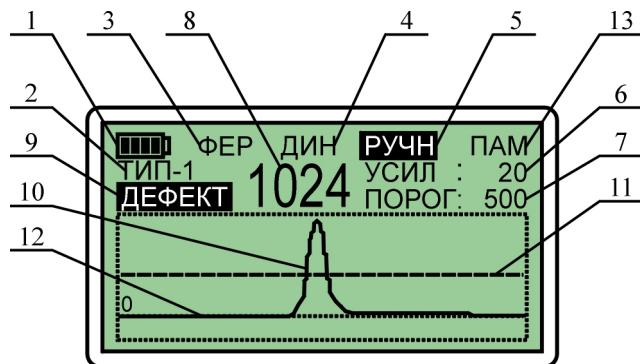

Рис. 5.1 Органы индикации дисплея
Расположение индикаторов на экране дисплея показано на рис. 5.1.
Примечание. Активный индикатор отображается светлыми буквами на темном фоне (рис. 5.1, поз. 5).
Проверка уровня заряда аккумуляторов осуществляется по индикатору заряда (рис. 5.1, поз. 1). В случае разряда аккумуляторов индикатор начинает мигать. При этом аккумуляторы необходимо зарядить, используя зарядное устройство из комплекта поставки дефектоскопа или аналогичное.
6.2.1 Кнопками " \uparrow ", " \downarrow " установить курсор на индикатор режима работы дефектоскопа (рис. 5.1, поз. 4).
6.3.1 Кнопками " \uparrow ", " \downarrow " установить курсор на индикатор режима настройки дефектоскопа (рис. 5.1, поз. 5).
6.6.3 По окончании компенсации надпись "КОМПЕНСАЦИЯ" должна исчезнуть, а сигнал (рис. 5.1, поз. 10) на дисплее дефектоскопа должен располагаться около линии нулевого уровня (рис. 5.1, поз. 12).